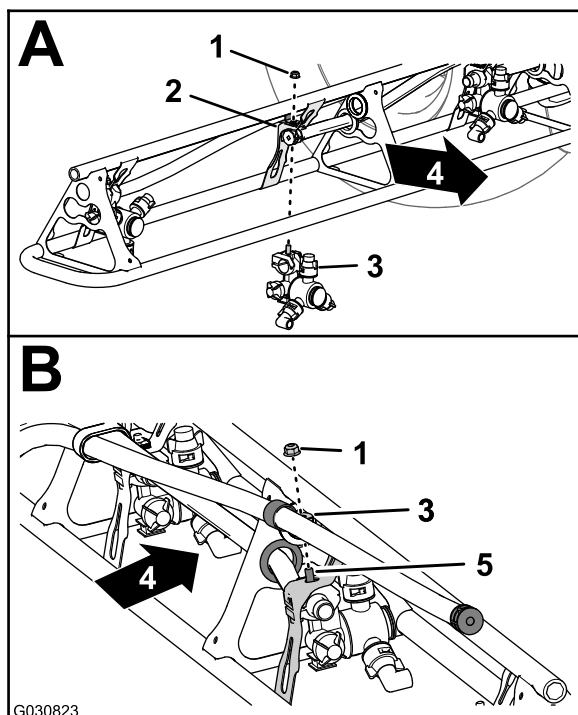

Figura 132
- Nelle posizioni degli ugelli 1 e 4, montate l'ugello dell'irroratrice sul relativo supporto (A di Figura 132) con il dado di bloccaggio flangiato ($\frac{5}{16}$ ") che avete rimosso nel passaggio 2 di Rimozione degli ugelli dell'irroratrice dalle sezioni di irrorazione esterne (pagina 58).
- Nelle posizioni degli ugelli 2 e 3, montate l'ugello dell'irroratrice sul relativo supporto (A e B di Figura 132) con il dado di bloccaggio flangiato ($\frac{5}{16}$ ") che avete rimosso nel passaggio 2 di Rimozione degli ugelli